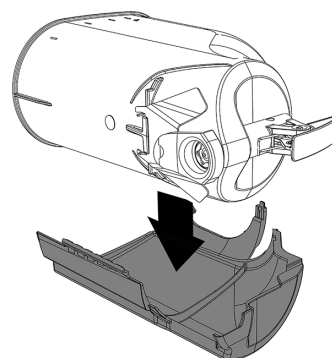
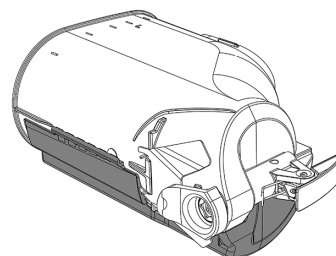

figura 2
figura 3
**1** Apoye la parte derecha del recuperador sobre una superficie. Coloque el recipiente en su interior.(ver figura 2)(ver figura 3).